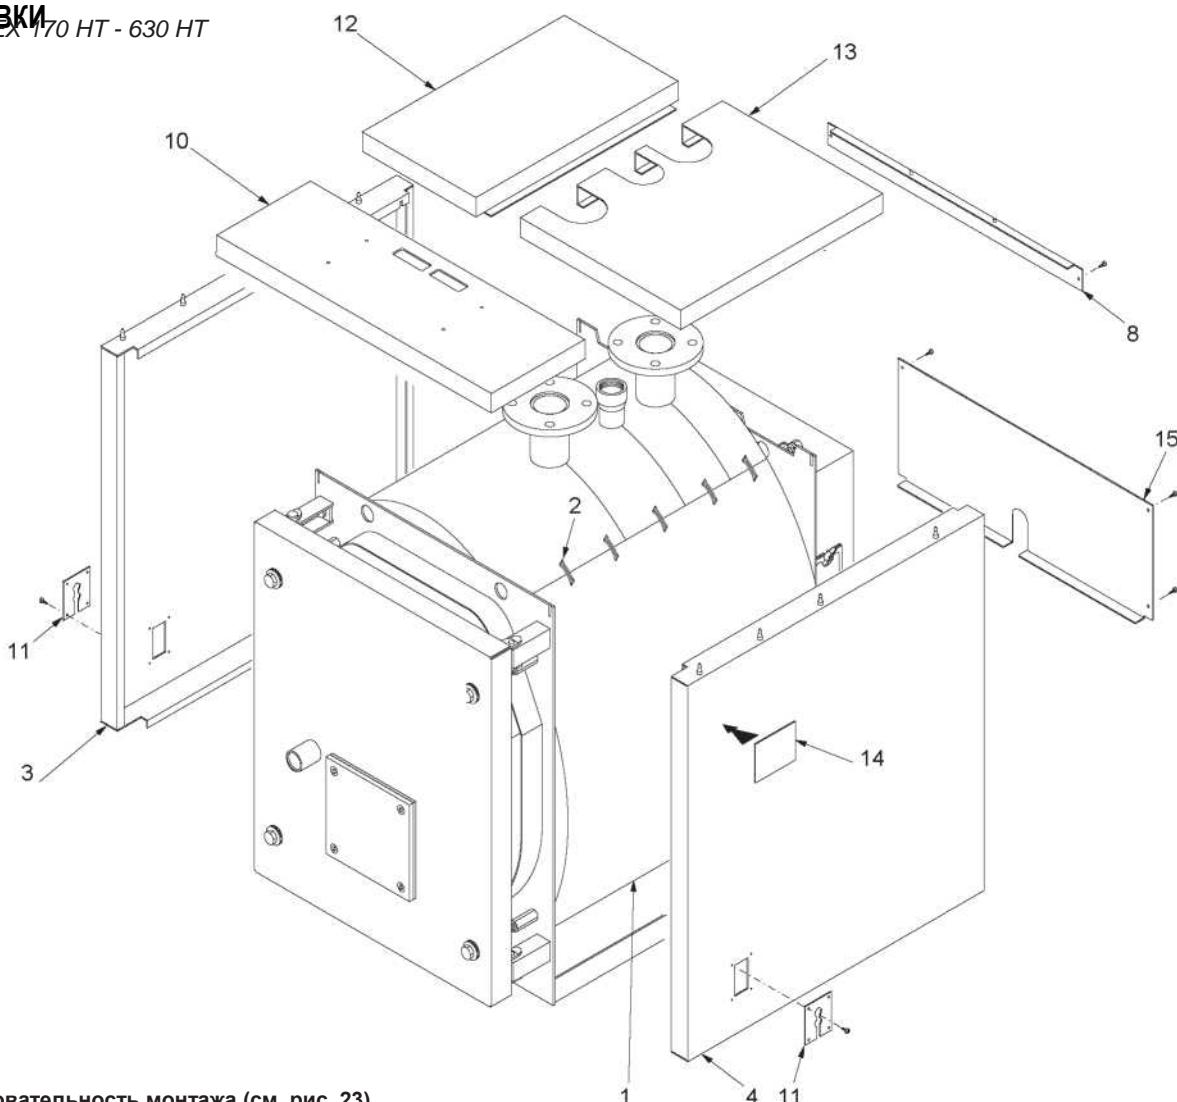
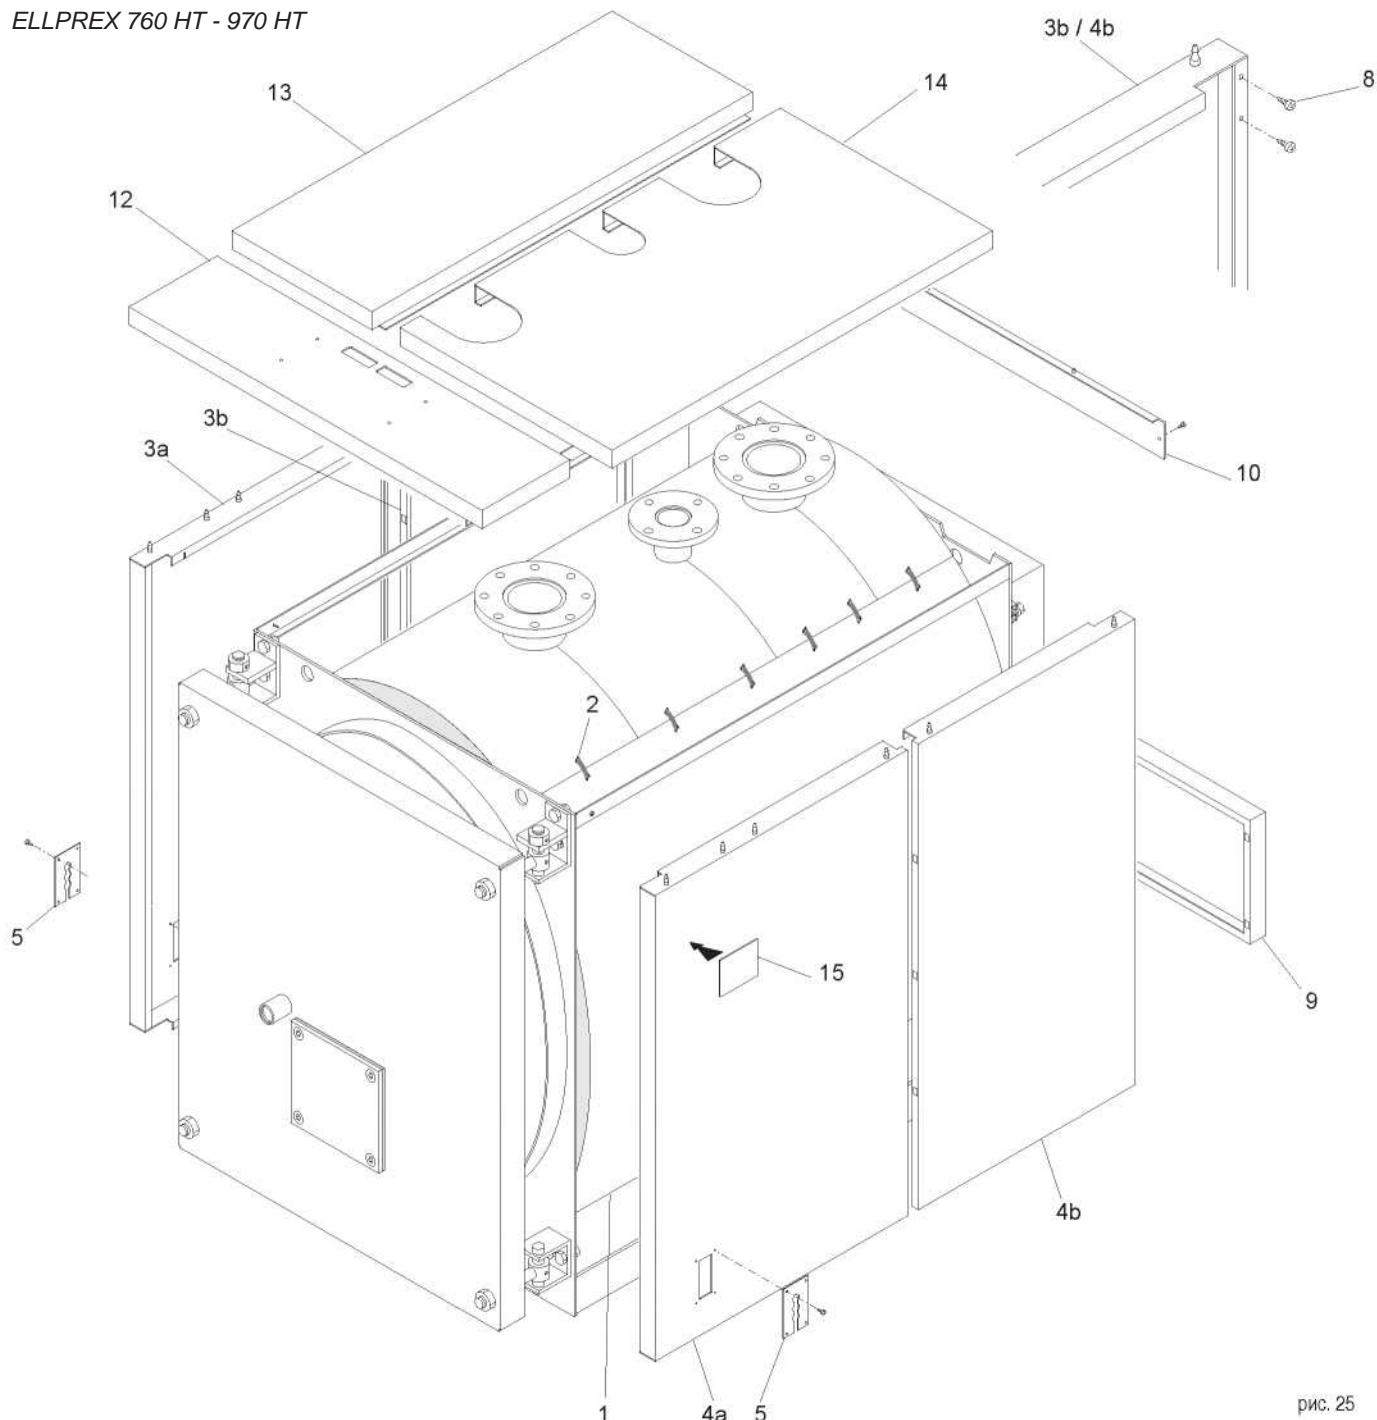

рис. 23
рис. 25
**N.B.** Для моделей котла от **ELL 170** до **ELL 510** (см. рис. 23), обшивка и изоляция находятся в одной упаковке с маркировкой:
**N.B.** Для модели **ELL 630 HT** (см. рис. 23) и для моделей от **ELL 760 HT** до **ELL 2200 HT** (см. рис. 25 и 26), обшивка и изоляция находятся в трех упаковках маркированных:
#### Последовательность монтажа (см. рис. 23)
### Последовательность монтажа (см. рис. 25)